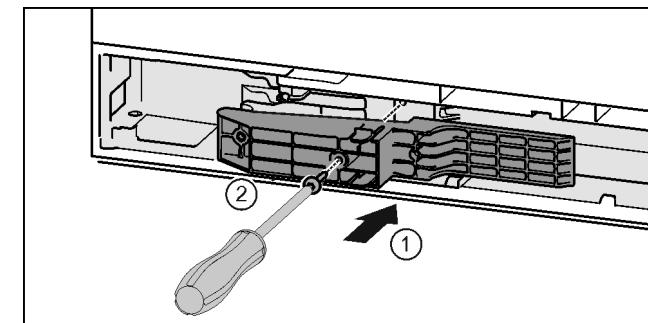

Fig. 45 *
- Introduceți adaptorul în canelura de pe partea mânerului. Fig. 45 (1)*
- Înșurubați ferm șuruburile cu șurubelnită T15. Fig. 45 (2)*